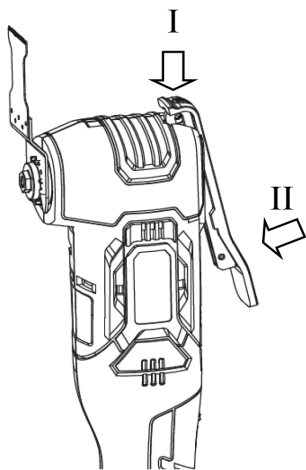

Рис. 9
4. Нажмите на рычаг с верху и прижмите его к корпусу инструмента (рис. 9).